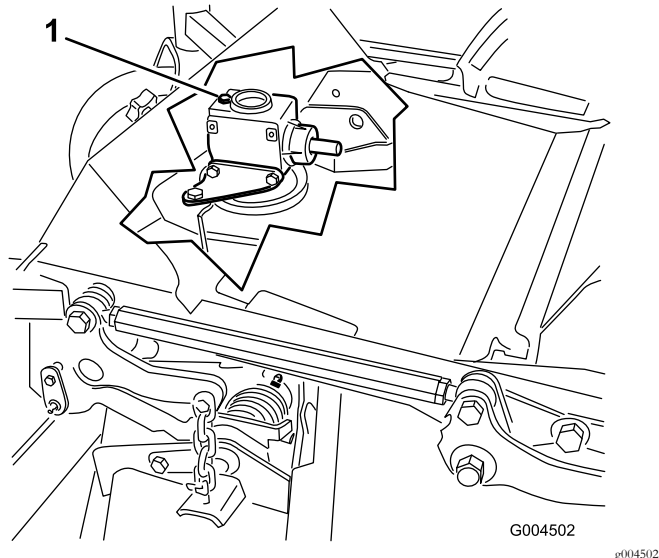

Рисунок 34
6. Снимите масломерный шуп и пробку заливной горловины в верхней части редуктора и убедитесь, что уровень масла находится между отметками на шупе (Рисунок 34).
6. Снимите масломерный щуп и пробку заливной горловины в верхней части редуктора (Рисунок 34).